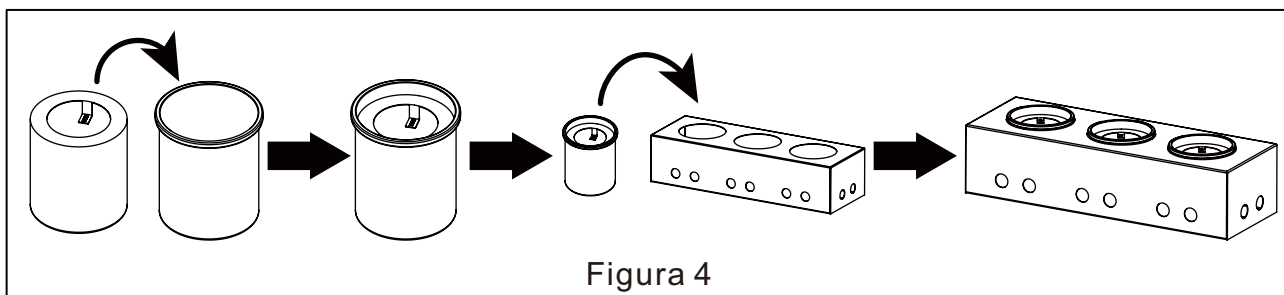

Figura 4
(1). Posizionare con cautela la pentola del bruciatore nel corpo del focolare, in modo da livellare la pentola del bruciatore (vedere la Figura 4). Il focolare può contenere tre bruciatori alla volta.
1. Installare la tanica di carburante e lo schermo di vetro (vedere Figura 4~5).